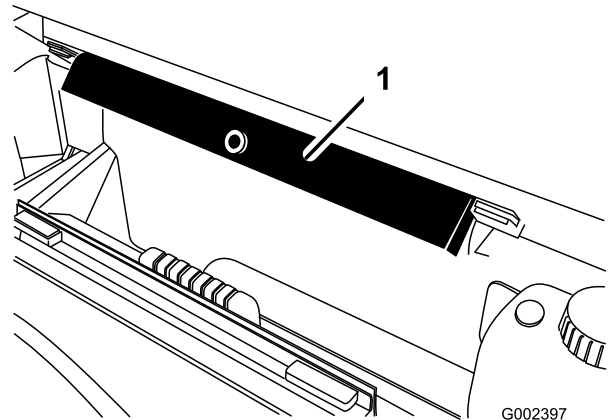

Bild 100
8. Nehmen Sie die Ladepritschenstütze aus den Einlagerungshalterungen hinten an der Überrollschutzplatte (Bild 100).